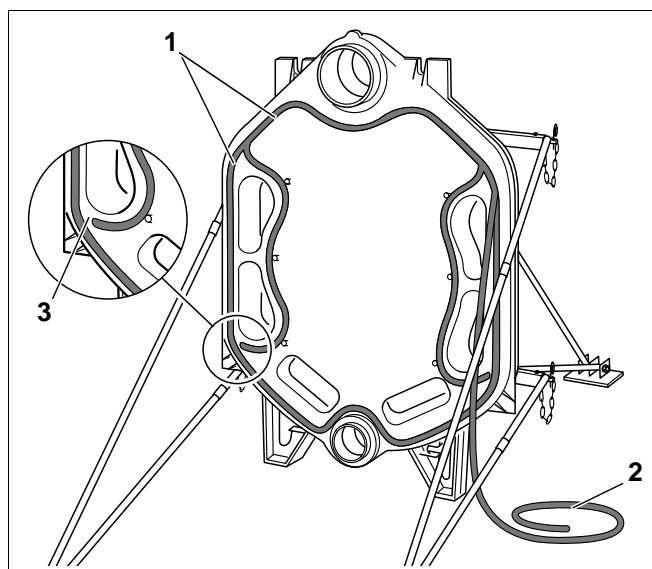
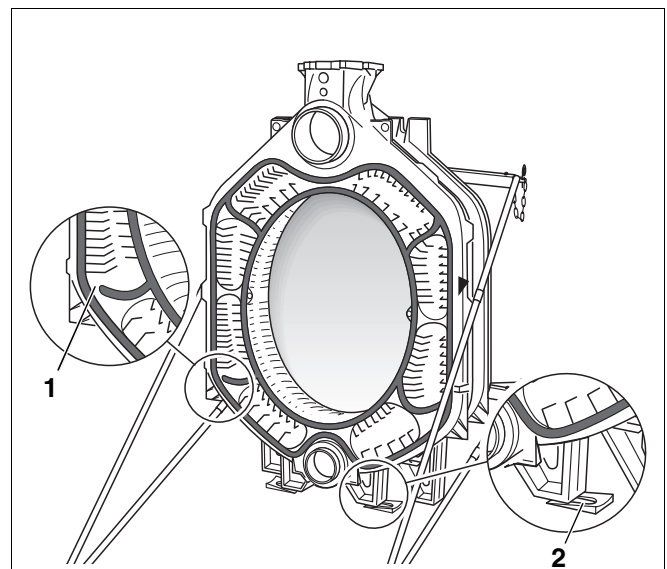

Fig. 11
Fig. 16
- Læg elastisk tætningsnor (Fig. 11, **pos. 2**) i tætningsporene (Fig. 11, **pos. 1**) på forsiden af bagelementet, idet du begynder foroven, og tryk snoren let ind. Lad tætningsnoren overlappe med 2 cm i enderne, og tryk enderne fast imod hinanden.
I samlingerne på højre og venstre side (Fig. 11, **pos. 3**) forbliver den elastiske tætningsnor afbrudt.
Fig. 16 viser elementet med fremløbstilslutning. Niplerne til montering af det næste mellemelement er sat i nippelgangene. Tætningssnoren er allerede lagt i tætningssporet. Som det også blev vist ved det bageste element (Fig. 11), er den elastiske tætningssnor også afbrudt her. (Fig. 16, **pos. 1**). Kedeelementet er rettet ind med fodkiler for at lette monteringen (Fig. 16, **pos. 2**).